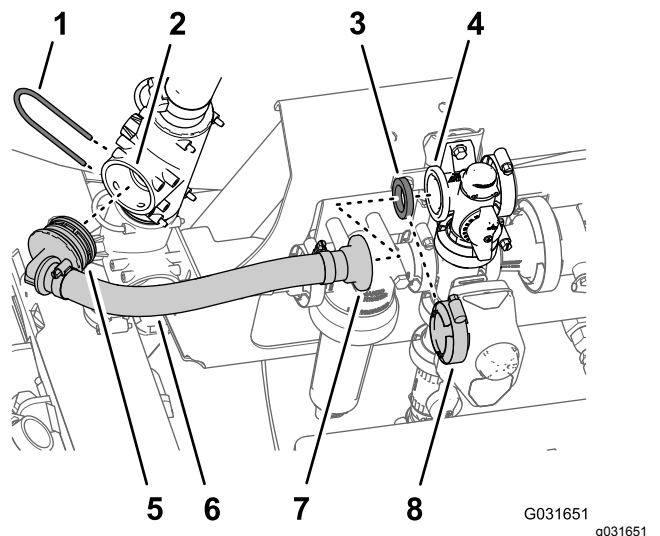

Figura 219
4. Allineate il raccordo dentellato a 90° del nuovo gruppo del flessibile di bypass dell'agitatore (N. cat. Toro 131-9649) con il foro aperto del raccordo a T superiore e inserite il raccordo a 90° fino a quando non è in sede nel raccordo a T (Figura 219).
5. Fissate il raccordo dentellato a 90° al raccordo a T con il fermo (Figura 219) che avete rimosso al passaggio 1.
6. Allineate il raccordo flangiato diritto del nuovo gruppo del flessibile di bypass dell'agitatore (N. cat. Toro 131-9649) e la guarnizione con la flangia della valvola di bypass (Figura 219).